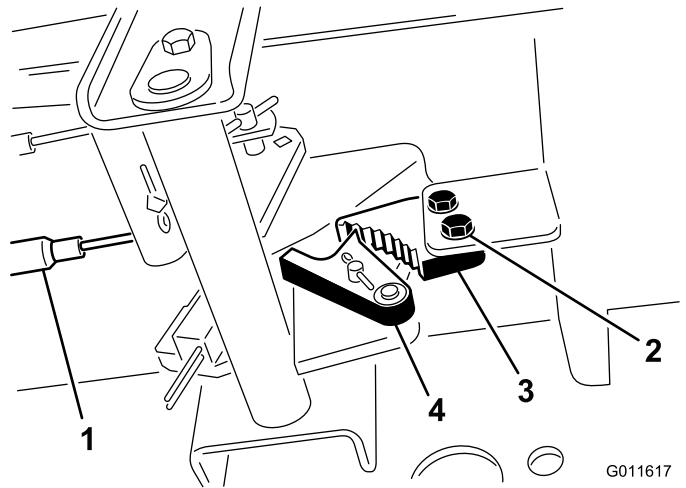

Figure 145
2. Desserrez les 2 vis qui fixent le cliquet du frein de stationnement au cadre (Figure 145).
3. Appuyez sur l'avant de la pédale du frein de stationnement jusqu'à ce que le verrou s'engage complètement sur le cliquet du frein (Figure 145).